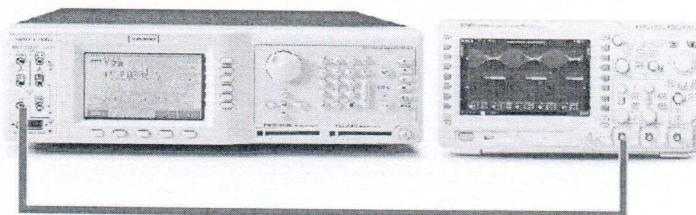

Рис. 1
- Собрать схему поверки, приведенную на рис. 1.